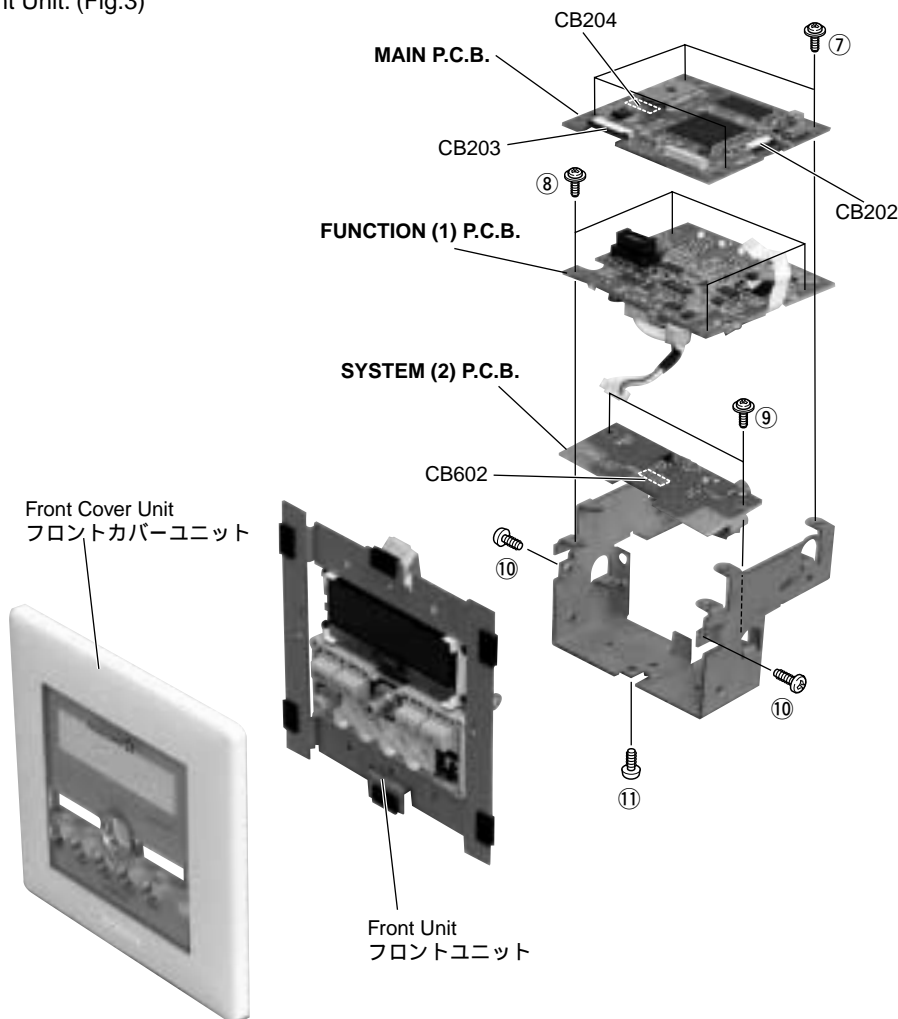

Fig. 3
- a) Remove CB202 and CB203. (Fig. 3)
- b) Remove 4 screws marked [⑦]. (Fig. 3)
- c) Remove CB204 and MAIN P.C.B. can be removed. (Fig. 3)
4. Removal of FUNCTION (1) P.C.B. and SYSTEM (2) P.C.B.
- a) Remove 4 screws marked [⑧]. (Fig. 3)
- b) Lift FUNCTION (1) P.C.B.
- c) Remove 2 screws marked [⑨]. (Fig. 3)
- d) Remove FUNCTION (1) P.C.B. and SYSTEM (2) P.C.B. (Fig. 3)
- e) Remove CB602. (Fig. 3)
- a) Remove the Front Cover Unit. (Fig.3)
- b) Remove 2 screws marked [⑩] and a screw marked [⑪]. (Fig.3)
- c) Remove the Front Unit. (Fig.3)
- a) CB202、CB203を外します。(Fig.3)
- b) ⑦のネジ4本を外します。(Fig.3)
- c) CB204を外し、MAIN P.C.B.を取り外します。(Fig.3)
4. FUNCTION(1)、SYSTEM(2) P.C.B.の外し方
- a) ⑧のネジ4本を外します。(Fig.3)
- b) FUNCTION(1) P.C.B.を持ち上げます。
- c) ⑨のネジ2本を外します。(Fig.3)
- d) FUNCTION(1) P.C.B.とSYSTEM(2) P.C.B.を取り外します。(Fig.3)
- e) CB602を外します。(Fig.3)
- a) フロントカバーユニットを外します。(Fig.3)
- b) ⑩のネジ2本、⑪のネジ1本を外します。(Fig.3)
- c) フロントユニットを外します。(Fig.3)